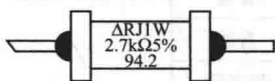

图 1-5 电阻器的直标法
(1) 直标法。直标法主要用在体积较大(功率大)的电阻器上,它将标称阻值和允许偏差直接用数字标在电阻器上。例如,在图 1-5 中所示电阻器采用直标法标出其阻值为  $2.7\text{k}\Omega$ , 允许偏差为  $5\%$ 。